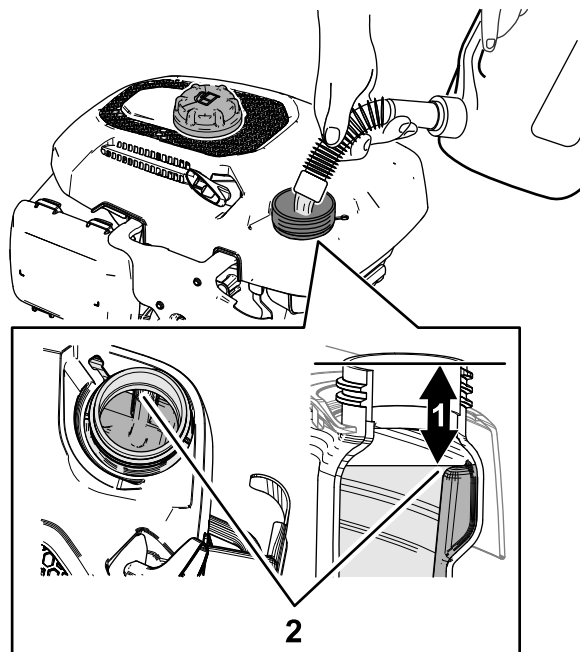

Figura 20
2. Umpleți rezervorul cu combustibilul specificat după cum este indicat în Figura 20.